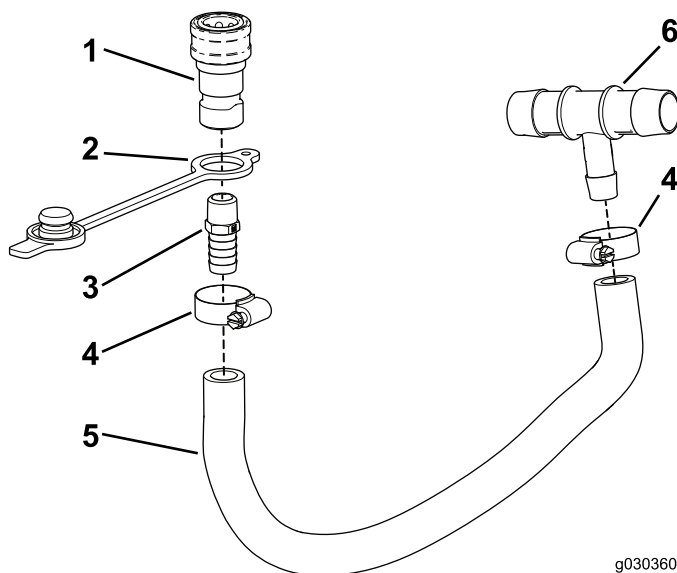

Figura 32
2. Enrosque a união reta (3/8 npt x 0,625 estriada) no acoplador fêmea (Figura 32).
4. Deslize o bujão de resguardo por cima da extremidade estriada do conjunto (Figura 32).
6. Insira a extremidade estriada do conjunto no tubo e prenda-a com a braçadeira de tubos (Figura 32).
7. Insira a extremidade estriada da união em T no tubo e prenda-a com a braçadeira de tubos (Figura 32).